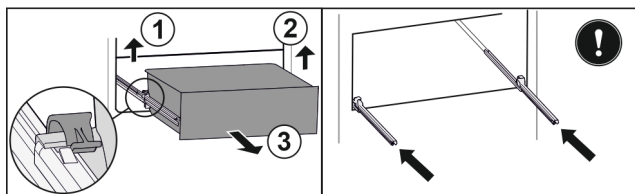

Fig. 215
- ▶ Podignite lijevu stezaljku i istovremeno izvucite ladicu lijevo prema naprijed. Fig. 215 (1)
- ▶ Podignite desnu stezaljku i istovremeno izvucite ladicu desno prema naprijed. Fig. 215 (2)
- ▶ Izvadite ladicu prema naprijed. Fig. 215 (3)